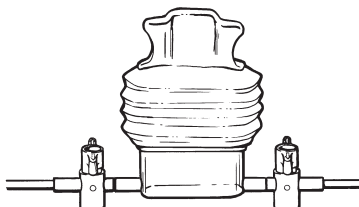

Figure 2C Reservoir – Sampling Position ■ Figure 2C Réservoir – Position de prélèvement ■ Abbildung 2C Reservoir – Position für Probenentnahme
■ **Afbeelding 2C Reservoir – Monsternamestand ■ Figur 2C Beholder – prøvetagningsposition ■ Figur 2C Behållare – provtagningsposition**
■ **Rysunek 2C Zbiornik – pozycja do pobierania próbek**
■ **Şekil 2C Rezervuar – Örneklem Konumu ■ Рисунок 2C Резервуар – положение при взятии образцов ■ Slika 2C Reservoir – položaj za uzorkovanje ■ 图 2C 储液器 – 采血位置 ■ 圖 2C 儲液槽 – 採樣位置 ■ 그림 2C 저장 용기 – 샘플링 위치**